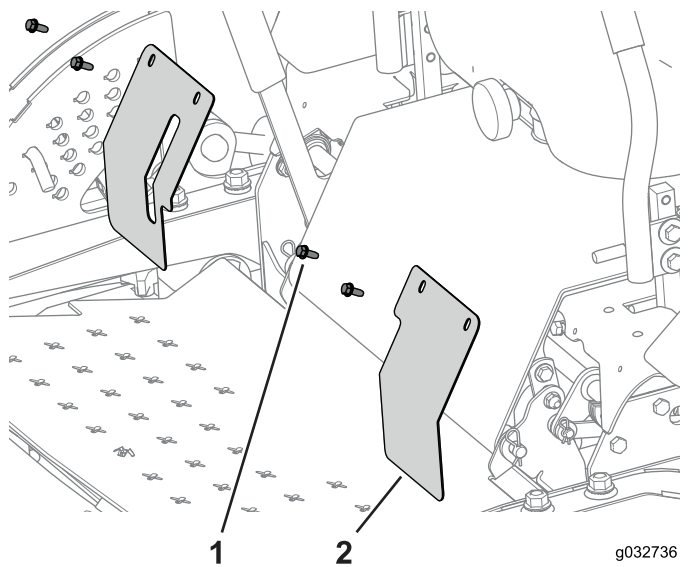

Figura 128
- Utilice los pernos ($\frac{1}{4}$ " x $\frac{5}{8}$ ") para sujetar las chapas de cierre a la máquina (Figura 128).